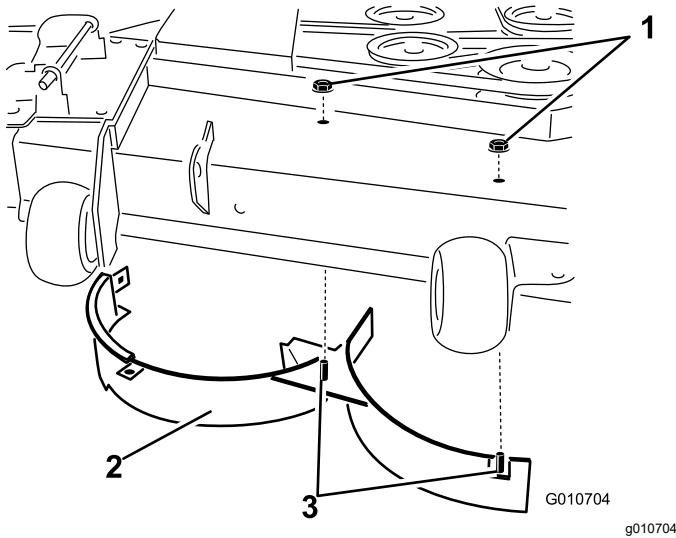

Bild 15
8. Entfernen Sie die zwei Sicherungsmuttern (5/16"), mit denen die geschweißten Streben des rechten Ablenkblechs oben am Mähwerk in der Mitte und rechts von der Mittelstellung befestigt sind (Bild 15).